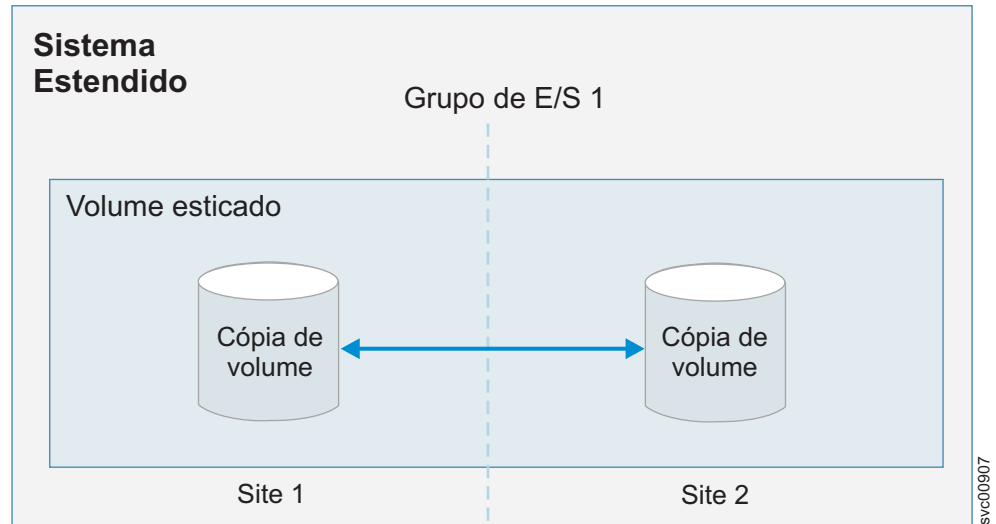

Figura 5. Exemplo de volumes estendidos
- *Volumes estendidos*, em que as cópias de um volume único estão em diferentes conjuntos de armazenamentos em locais diferentes. Como exibido pelo Figura 5 na página 5, o volume é armazenado em cache em um grupo de E/S. Os volumes estendidos estão disponíveis somente em sistemas de topologia estendida.